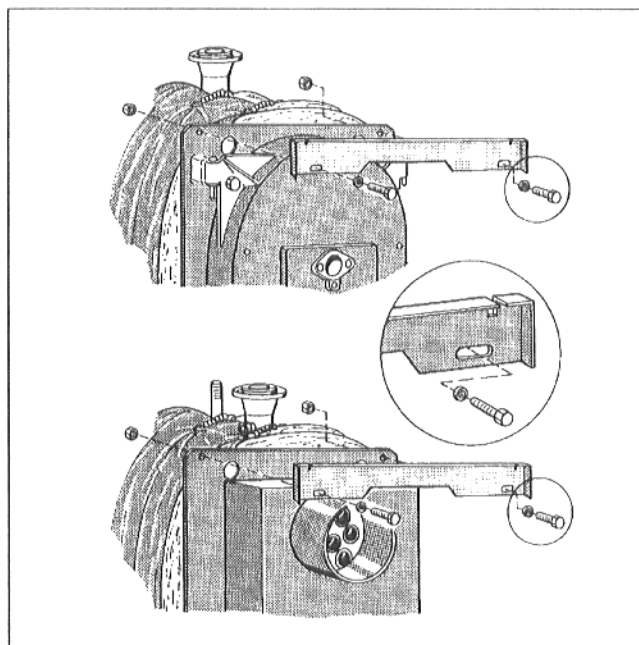

Рис. 7
- Привинтить траверсы вверху, спереди и сзади к передней стенке котла, используя по 2 комплекта винтов с шестигранной головкой, шайб и гаек (Рис. 7).
**Указание:** Окантовки траверс должны быть направлены наружу (Рис. 7).